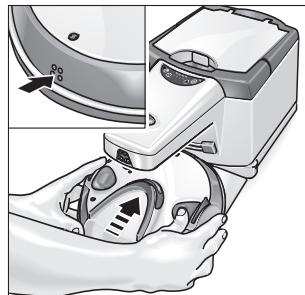

Рис. 7 Включение прибора после длительного простоя
- Приставьте робот к станции и прижмите зарядные контакты робота на 60 сек. к зарядным контактам станции (рис. 7). При этом очищается резервуар для мусора.